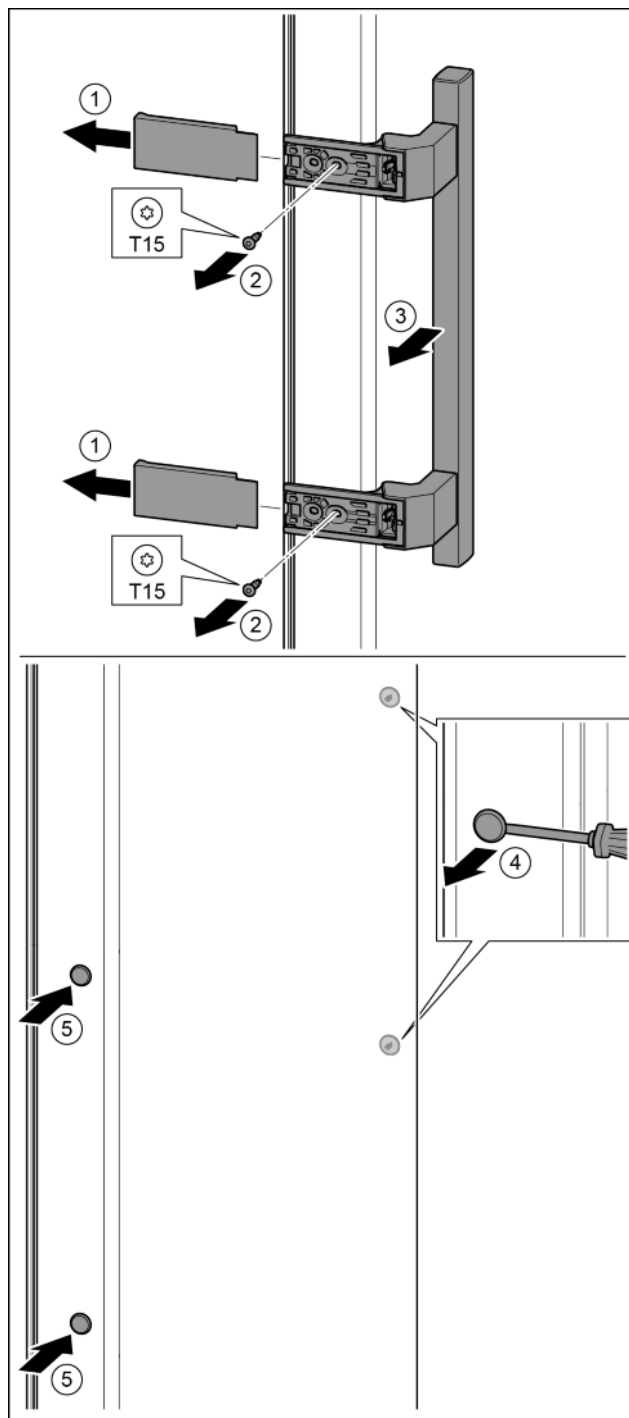

Fig. 18
- Húzza le a fedelet. Fig. 18 (1)
- T15 csavarhúzóval tekerje ki a csavarokat. Fig. 18 (2)
- Vegye le a fogantyút. Fig. 18 (3)
- Az oldalsó dugókat egy csavarhúzóval óvatosan emelje meg és húzza ki. Fig. 18 (4)
- A dugókat helyezze be a másik oldalon. Fig. 18 (5)